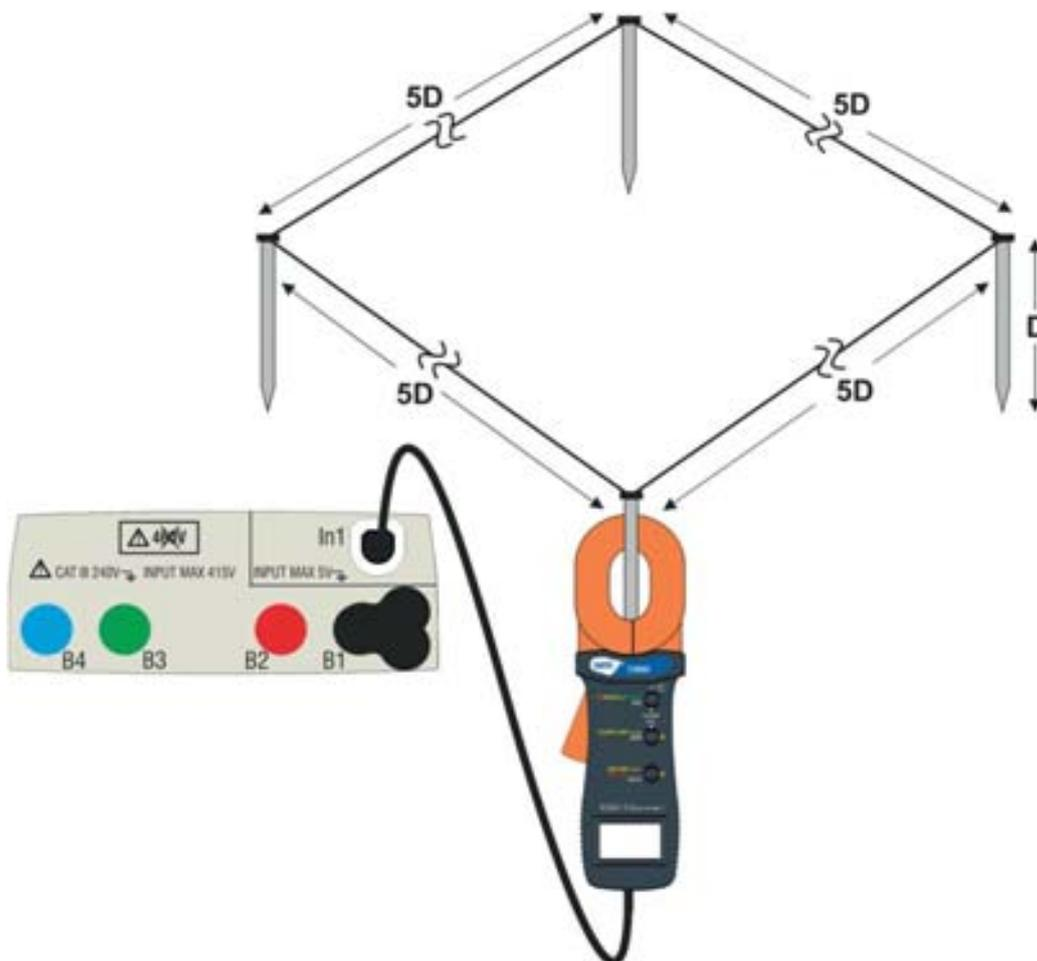

Abb. 32: Messung des Widerstandes der einzelnen Erder mit der Erdungsmesszange T2100
Die von der Stromzange T2100 ausgeführte Messung kann für die Einschätzung der Widerstände von einzelnen Erdern innerhalb einer Erdinstallation ohne Auftrennen benutzt werden, **in der Annahme, dass sie sich gegenseitig nicht beeinflussen** (siehe Abb. 32).
- Schließen Sie die Stromzange an den ersten Erdspieß der benutzten Erdinstallation, wie in der Abb. 32 angezeigt. Achten Sie auf den Widerstandswert im Feld **R** und drücken Sie das Symbol , um den Parameter **N** um eine Einheit zu erhöhen (N=1).
5. Trennen Sie die T2100 ab und schließen Sie sie an den zweiten Erdspieß der benutzten Erdinstallation, wie in der Abb. 32 angezeigt. Achten Sie auf den Widerstandswert im Feld **R1** und drücken Sie das Symbol , um den Parameter **N** um eine Einheit zu erhöhen ( $N = 2$ ). Führen Sie dasselbe Verfahren für jeden einzelnen Erder der benutzten Erdungsinstallation aus. Wenn die Messung abgeschlossen ist, drücken Sie die **GO/STOP** Taste am Gerät. Der folgende Bildschirm erscheint im Display: